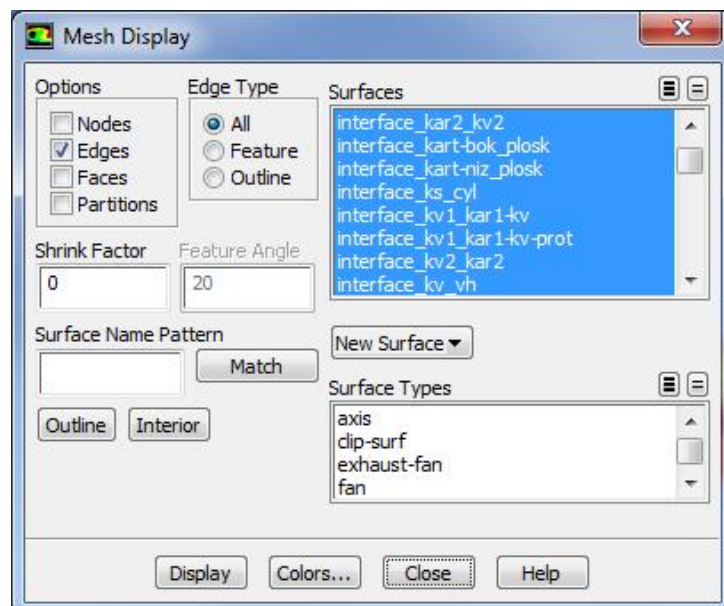

Рисунок 1.43 – Меню настройки отображения сетки
- В появившемся окне во вкладке *Mesh Display* выделяются все поверхности *surfaces* (рисунок 1.43).